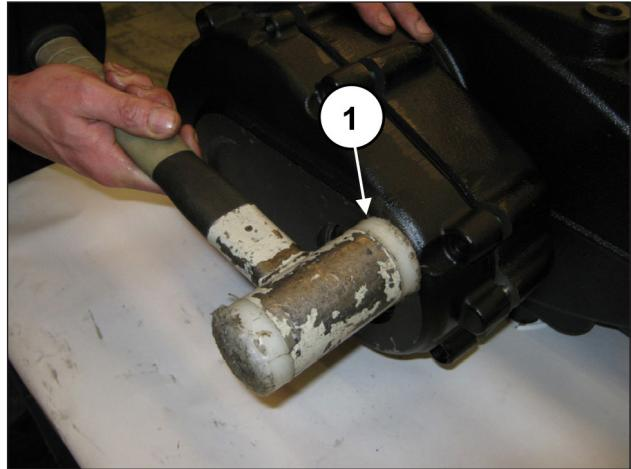
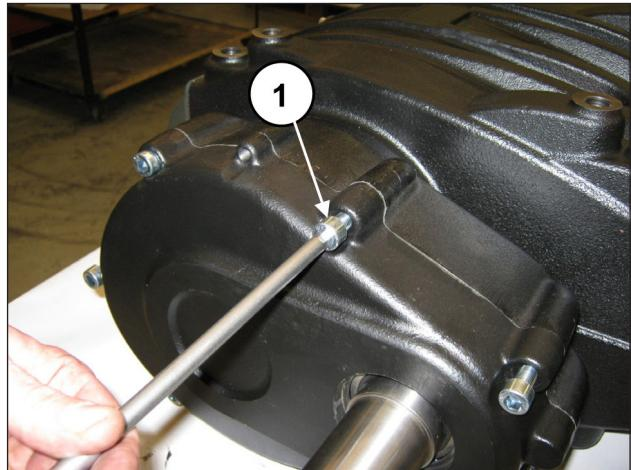

图 89
图 90
安装减速机盖, 可使用锤子(位置①, 图 89)并通过7个 M10x40螺丝固定(位置①, 图 90)。